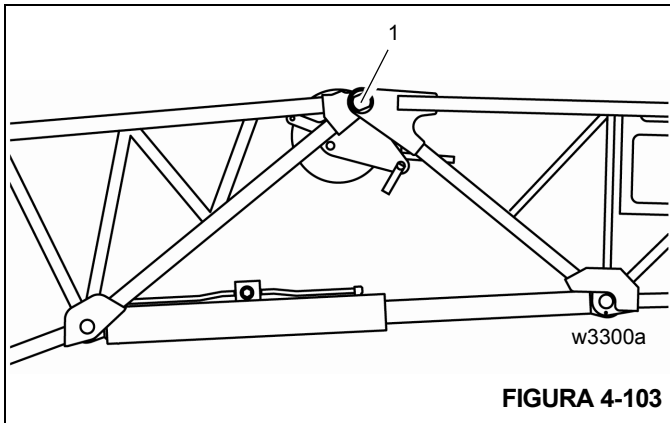

FIGURA 4-103
En cada lado de la sección de 33 pies (10.1 m) hay una grasera (1) en el punto de pivote (Figura 4-103).